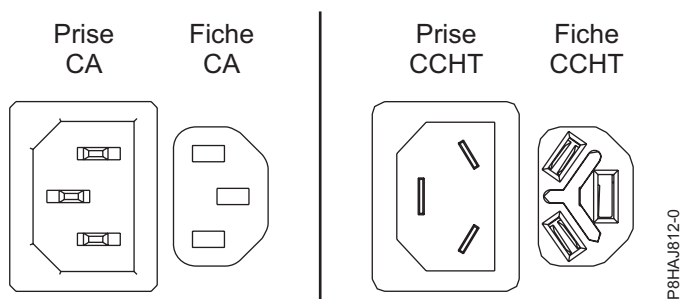
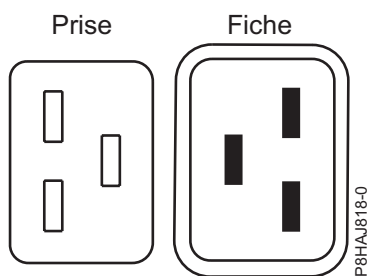
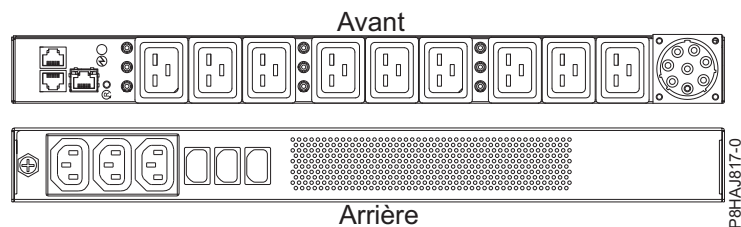

Figure 43. Connecteurs CA et CCHT
Figure 44. Connecteurs pour le système 8408-44E
Figure 45. Unité d'alimentation pour le système 8408-44E
La figure 43 représente les connecteurs pour courant alternatif (CA) et courant continu haute tension (CCHT) pris en charge. Les figure 44 et figure 45 illustrent les connecteurs et l'unité d'alimentation (PDU) pris en charge pour le système 8408-44E.